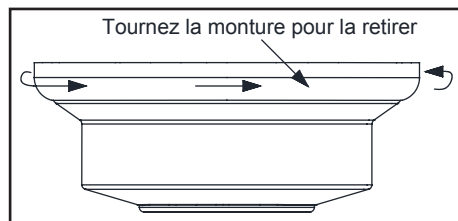

Figure 8
1. Retirez l'anneau de montage de la monture en le tournant vers la droite jusqu'à ce qu'il soit déverrouillé. (Figure 8)